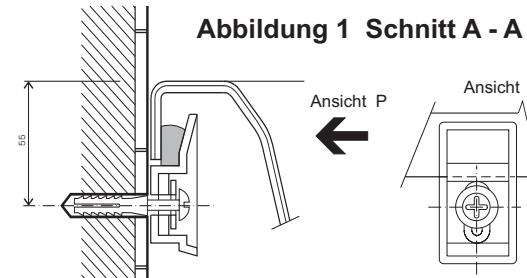

Abbildung 1 Schnitt A - A
1. Die Wanne kann nur in einem zuvor fertig verfliesten Badezimmer installiert werden. Die Verfliesung muss mindestens bis 150 mm unterhalb des Wannenrandes reichen Abbildung 1,2.
Eine Acrylwanne darf keinesfalls fest eingemauert werden. Der tragende Teil der Wanne ist der verstärkte Boden, an dem die Stützfüsse befestigt werden. Zwischen der oberen Fläche der Verfliesung und dem Wannenrand muss ein Spalt von 2 - 3 mm verbleiben. Dieser wird erst nach Abschluss der Montage dauerelastisch verfügt (Abbildung 1 - Schnitt B-B)